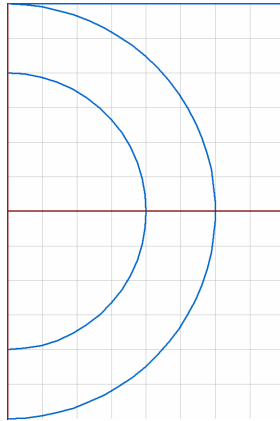

Рис.2
- Нажать клавишу INS еще раз, чтобы выйти из *режима вставки*. В результате модель примет вид, показанный на Рис.2.